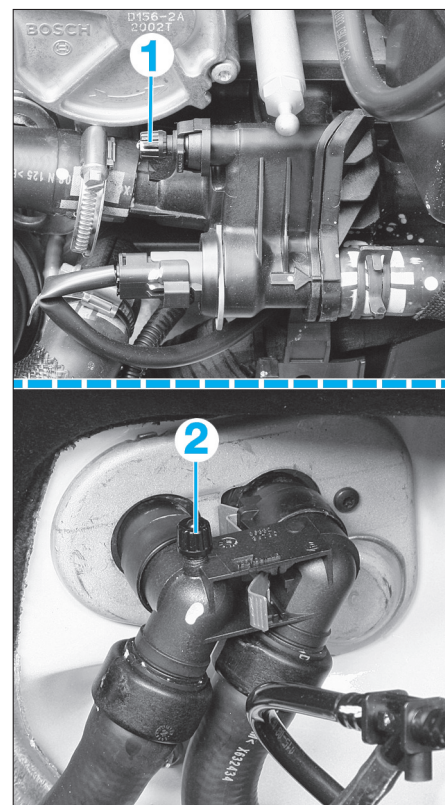

FIG. 43
- Ouvrir les vis de purge (1) et (2) (Fig.43).